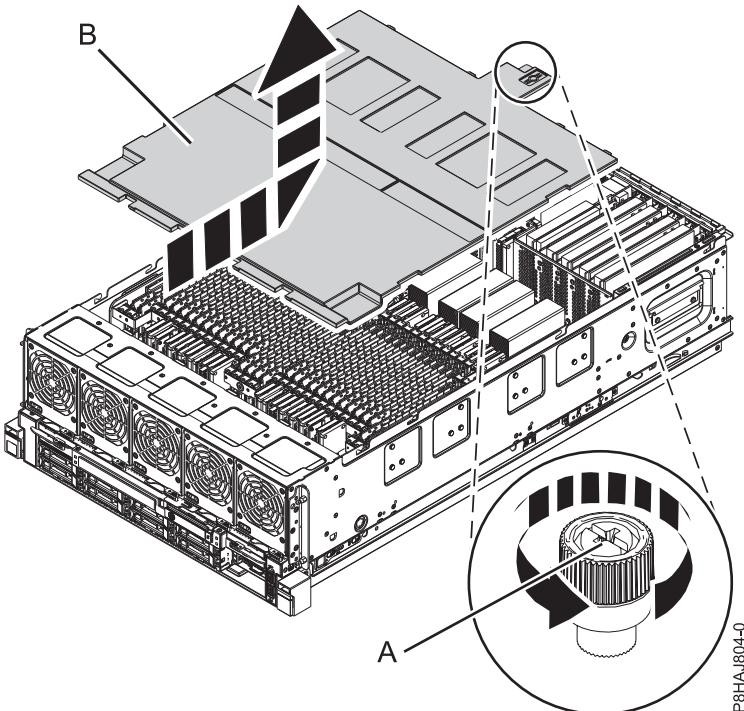

図 33. 安全カバーの取り外し
2. カバーの背面にあるつまみねじ (A) を、50 ページの図 33 に示されている方向に回転させて緩めます。
3. 安全カバー (B) をシステムの後方にスライドさせます。カバーの最前部が上部のフレーム棚を通り過ぎたら、カバーを持ち上げてシステムから外します。